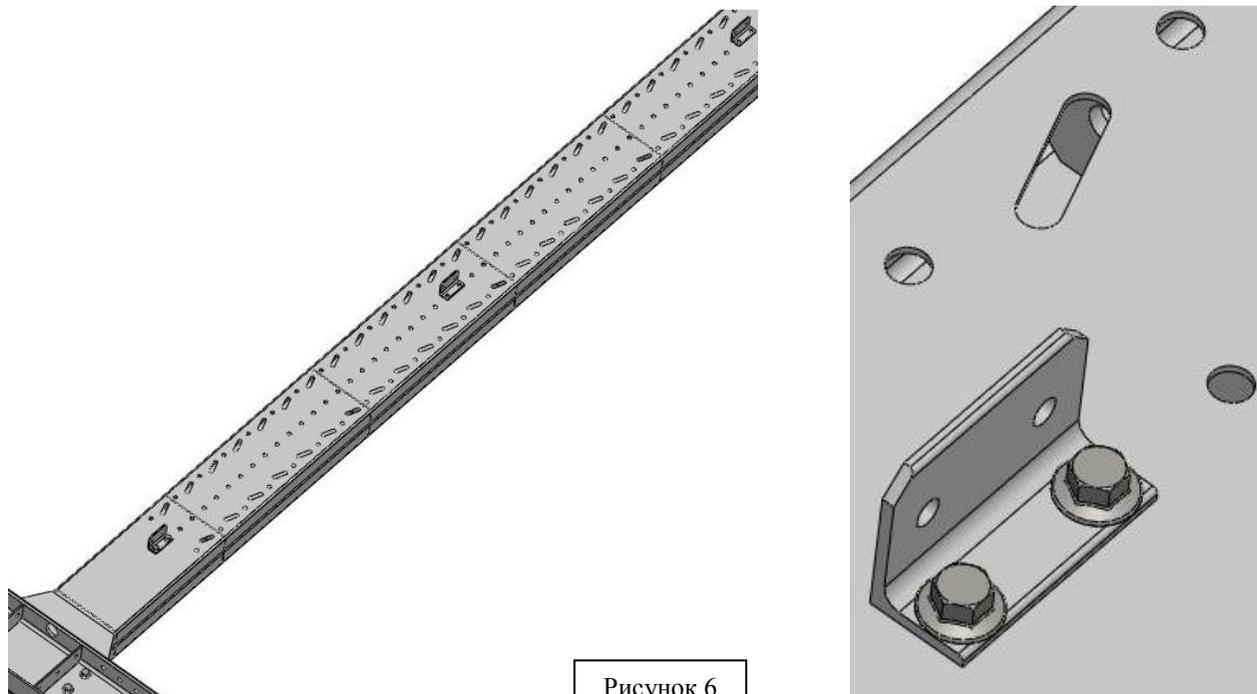

Рисунок 6
4. Закрепить на стойке на расстоянии 1690мм уголки поз. 2 (таблица 1) входящими в комплект стойки болтами М14×190, гайками М14, шайбами 14 (рисунок 6).